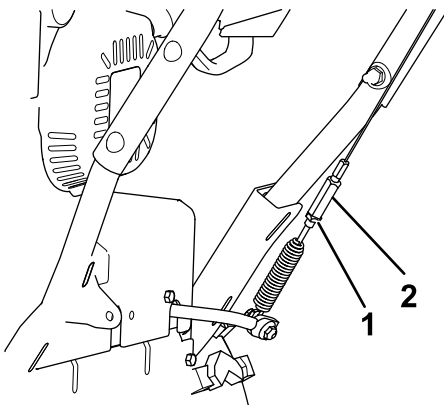

Figure 30
5. Desserrez l'écrou de blocage (Figure 30).
6. Desserrez ou serrez le tendeur de réglage de la tension du câble (Figure 30).